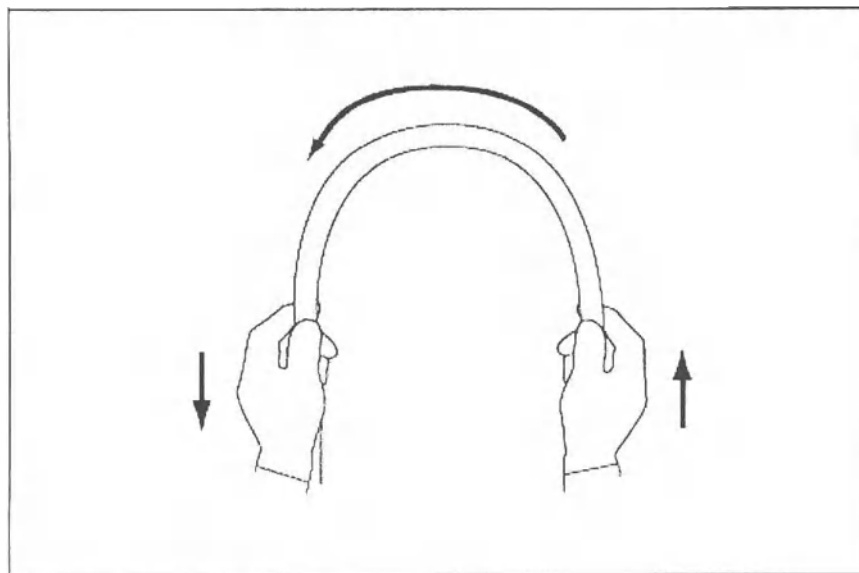

Рисунок 3.3
5. Обеими руками согните вводимую трубку в полукруг. Затем, двигая руками, как показано стрелками, убедитесь, что всю вводимую трубку можно легко согнуть в полукруг и что вводимая трубка достаточно податливая (смотрите Рисунок 3.3).